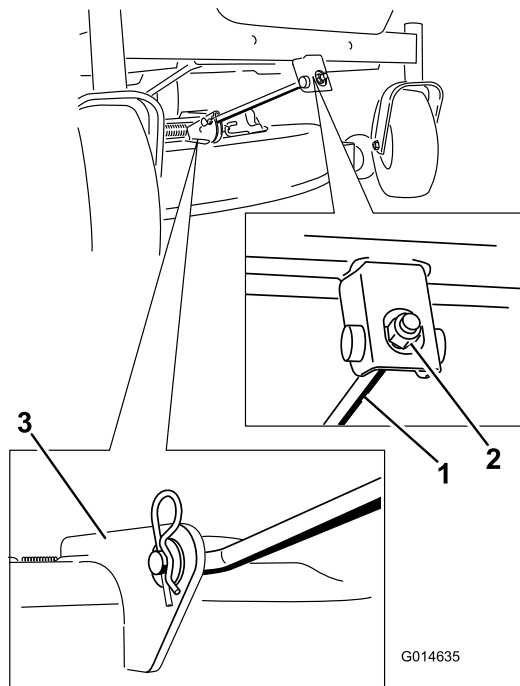

Figura 59
4. Retire la chaveta de la varilla de soporte delantera y retire la varilla del soporte de la carcasa (Figura 59).
6. Conecte la varilla de soporte delantera a la carcasa de corte con el pasador y la chaveta (Figura 59).